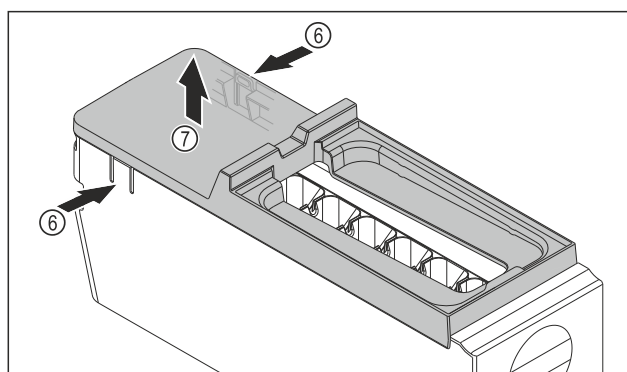

Fig. 105
- ▶ Снимите крышку корпуса EasyTwist-Ice: Надавите рукой на накладки Fig. 105 (6) с обеих сторон корпуса EasyTwist-Ice.
- ▶ Другой рукой снимите крышку Fig. 105 (7) по направлению вверх.